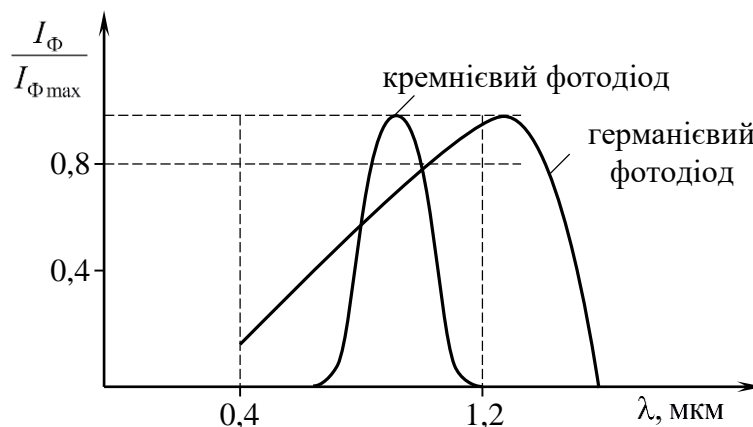

Рис. 4 – Спектральна характеристика фотодіода
3. Спектральна характеристика показує відносну зміну струму фотодіода від довжини хвилі падаючого на фотодіод світла (рис. 4);